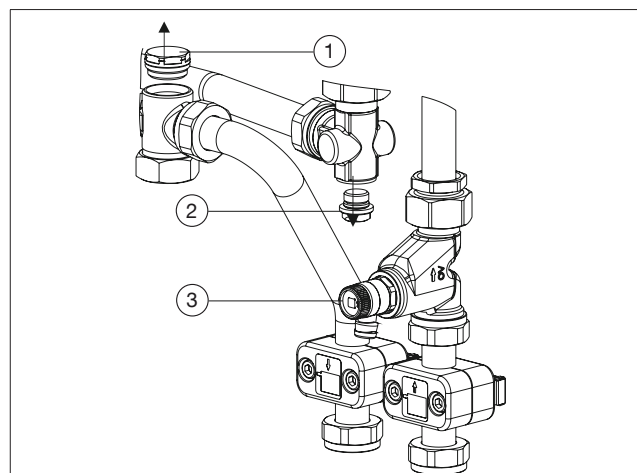

Fig. 6: Démontage des bouchons Regudis W-HTO
- Dévisser (clé de 22) le bouchon du distributeur (voir Fig. 6).
- Dévisser (clé de 12) le bouchon d'obturation du corps (voir Fig. 6).